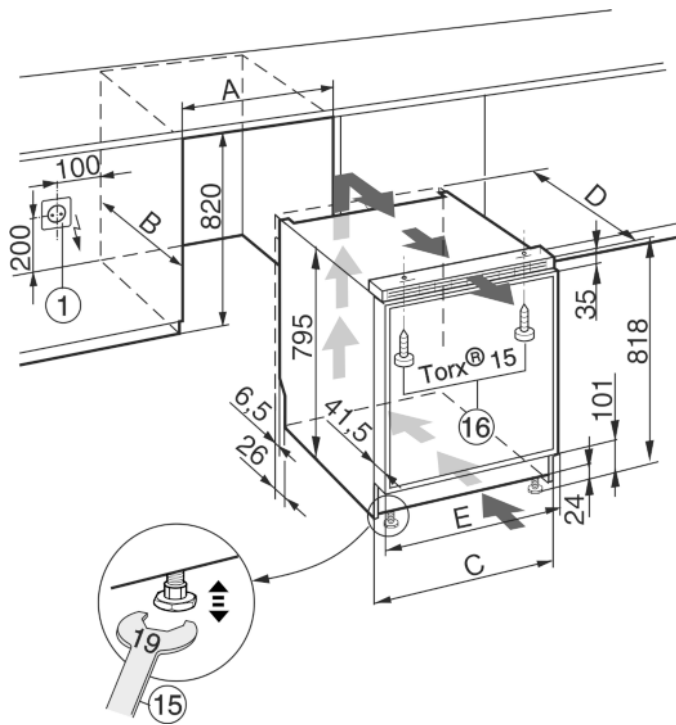

Fig. 12
- La prise de courant *Fig. 12 (1)* doit être placée à côté de l'appareil et être facilement accessible.
- ▶ Aligner l'appareil en réglant les pieds réglables avec la clé à fourche Fig. 12 (15) fournie.
- ▶ Fixer l'appareil au-dessus du plan de travail ou de l'élément de cuisine en utilisant les vis Fig. 12 (16) fournies.